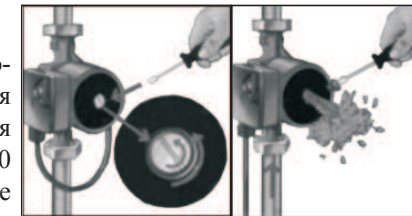

рис. 5
7.1 При первом включении насоса необходимо обеспечить вентиляцию защитной гильзы, для этого открутите винтовую пробку электродвигателя и включив насос дайте ему поработать в течении 30 сек. В течении этого времени оставшийся в системе воздух вытеснится через полый вал. После этого закрутите винтовую пробку электродвигателя обратно (рис. 5).